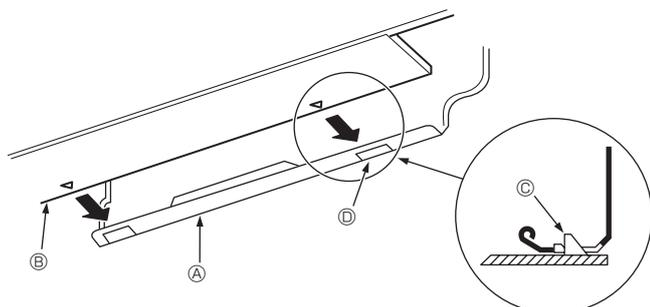

Fig. 3-10
3. Hæng den øverste del af indendørsenheden på monteringspladen ① mens kølerørerne og drænslangen føres ind i hullet i væggen (gennemgangsmuffen).
5. Fastgør den ved at trykke den nederste del af indendørsenheden fast på monteringspladen ①. (Fig. 3-10)
- * Kontrollér, at grebene i bunden af indendørsenheden sidder sikkert fast i monteringspladen ①.